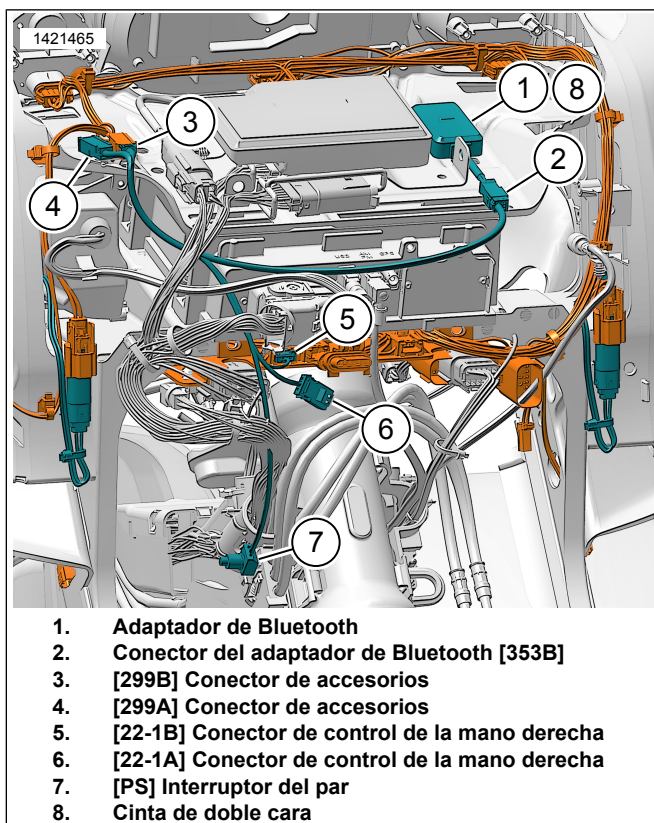

Figura 6. Arnés de cables del adaptador de Bluetooth del fuselaje montado en la horquilla (2014 y posteriores)
1. Consulte la Figura 6. Instale y tienda el arnés del adaptador de Bluetooth debajo del fuselaje.